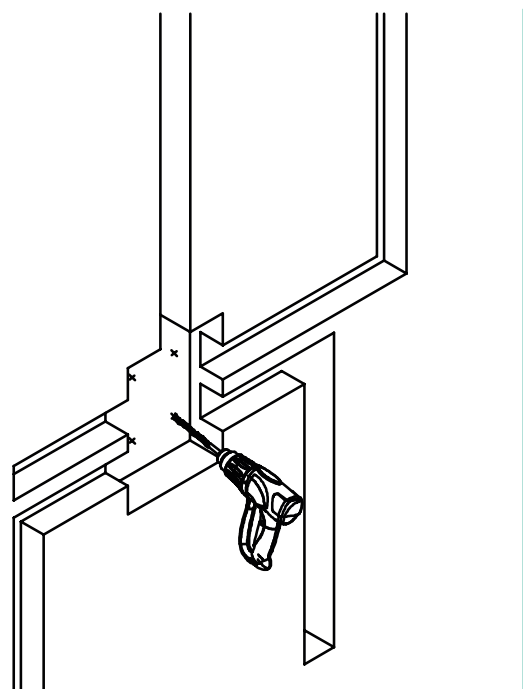

Рис. 3
3. Просверлите в стене 4 отверстия для крепления монтажного бокса согласно расположению отверстий на нем (рис. 3).